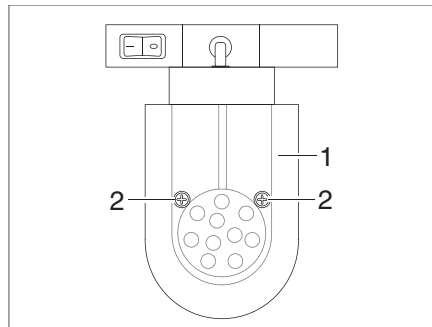

Bild 368 LED-spotlight (förskjutningsbar)
- Lossa fästskruvarna (Bild 368,2).
- Ta försiktigt bort lampglaset (Bild 368,1).